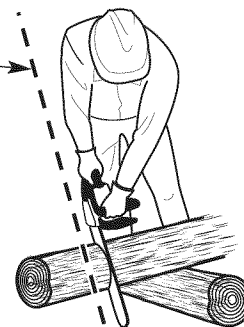
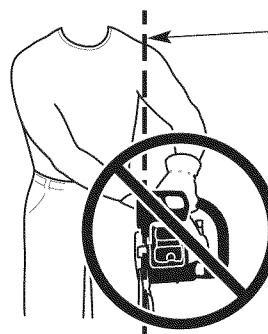

Fig. 8
Fig. 9
- Utilice estos lugares para las manos independientemente de que el operador sea diestro o zurdo. Esto ayudará a mantener al operador levemente hacia la izquierda de la unidad y fuera de la línea directa de la sierra en caso de que se produzca un retroceso (Fig. 8 y Fig. 9).